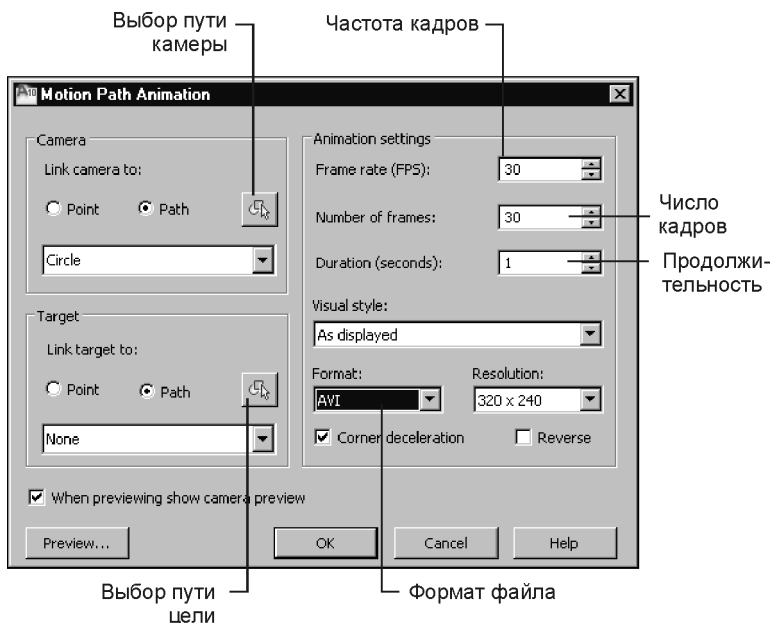

Рис. 8.13. Диалоговое окно **Motion Path Animation**
- В диалоговом окне **Motion Path Animation** (Анимация траектории перемещения) (рис. 8.13) свяжите камеру и цель с траекториями их перемещения.